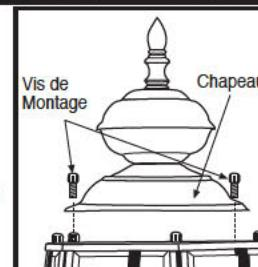

Figure 1 Montage à deux vis
- a. For two screw and multiple screw assembly roofs, remove assembly screws on roof (or underneath roof) and insert bulb(s). Reattach roof. (see figure 1 and 2)
- Pour les toits qui requièrent deux vis ou plus, retirez les vis d'assemblage du toit (ou sous le toit) et insérez la lampe. Réinstallez le toit. (voir la figure 1 ou 2).